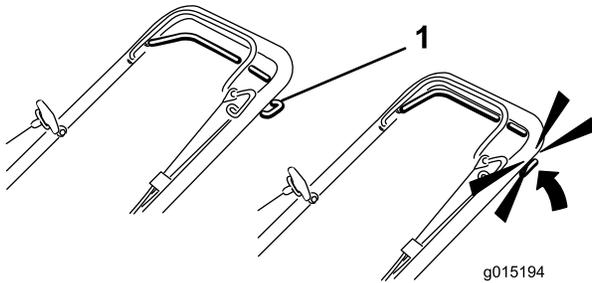

Figure 24
1. Pour actionner le système d'autopropulsion, serrez et maintenez la barre de commande contre le guidon (Figure 24).